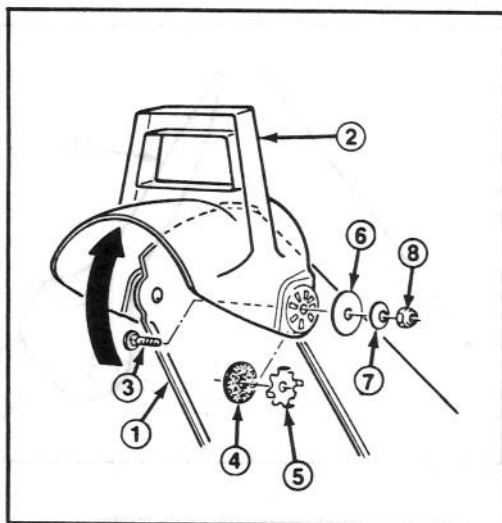

Figure 11
2. Fixez le coté gauche du déviateur sur l'éjecteur à l'aide du boulon de carrossier, la rondelle en caoutchouc, la plaque de frottement, la rondelle plate et l'écrou de blocage. Vérifiez que la rondelle de caoutchouc et la plaque de frottement se trouvent entre l'éjecteur et le déviateur et que les languettes de la plaque de frottement sont insérées dans les trous du déviateur. La figure 11 indique l'ordre correct de montage des pièces.